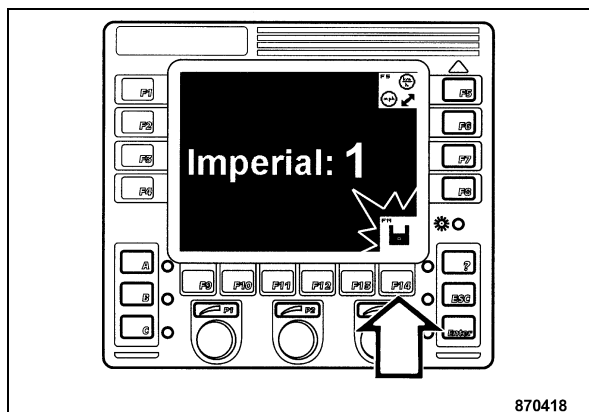

Fig. 109
- Después del deseado cambio pulsar la tecla "F14" (Fig. 109). Para confirmación, en la pantalla se ilumina brevemente el símbolo "memorizar" en verde.